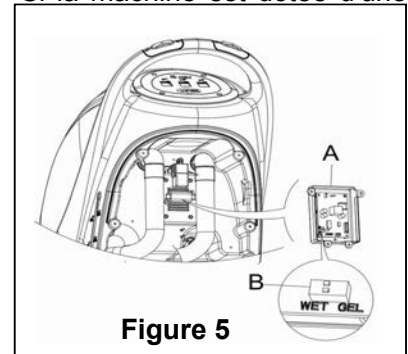

Figure 5
2. Retirez le tuyau de vidange (15)
4. Retirez le couvercle de commande (5) et les vis du couvercle de la batterie (10). Retirez les vis du support de la carte à circuits imprimés. Le commutateur DIP (B) permettant de définir le modèle de batterie est visible en retournant la carte à circuits imprimés. (Voir **Figure 5**)
5. Ajuster le micro-interrupteur DIP (B) sur la position «WET» (à liquide)